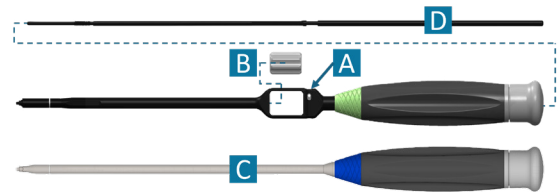

Figura 42
- Desmontaje: Estabilice el instrumento colocándolo sobre una superficie plana con el botón encastrado (A) hacia arriba. Gire la rueda plateada (B) en el sentido contrario a las agujas del reloj hasta el tope. Con el destornillador final de tornillo (C), presione y mantenga presionado el botón encastrado mientras continúa girando la rueda plateada en el sentido contrario a las agujas del reloj hasta que la varilla (D) sobresalga del mango unos 6 mm aproximadamente. Suelte el botón. Retire la varilla proximalmente a través del mango y retire la rueda plateada del destornillador de bloqueo (Figura 42).
- Reensamblaje: Estabilice el instrumento colocándolo sobre una superficie plana con el botón encastrado (A) hacia arriba. Introduzca la rueda plateada (B) en el destornillador de bloqueo; puede orientarla hacia cualquier dirección. Introduzca la varilla (D) en el mango con la rosca apuntando hacia la parte distal; asegúrese de que pasa a través de la manija plateada. Utilizando el destornillador final del tornillo (C), presione y mantenga presionado el botón encastrado e introduzca la varilla hasta que se detenga; la varilla debe sobresalir del mango unos 6 mm aproximadamente. Gire la rueda plateada en el sentido de las agujas del reloj hasta que la varilla quede casi a ras del tapón de la empuñadura.